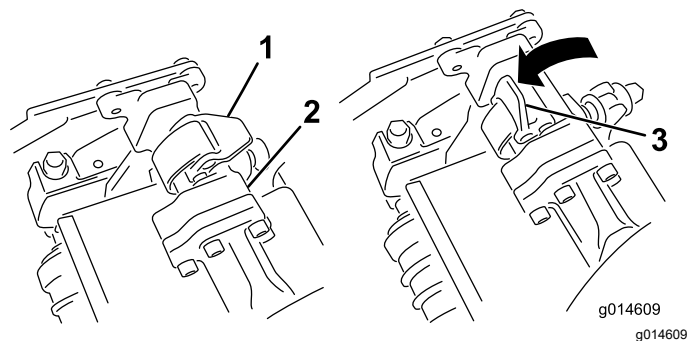
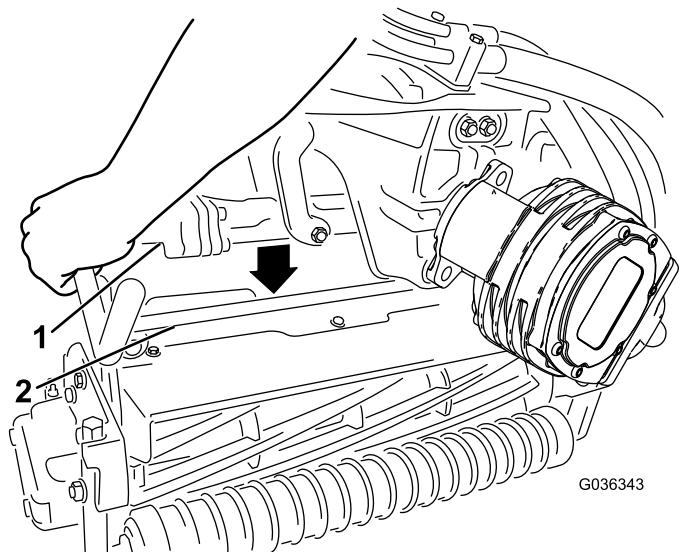

图 57
图 58
4. 当悬挂臂杆上的门锁指向上方即打开时图 57 向下压悬挂臂使悬挂臂杆与滚刀组上方的支架相契合图 58。
5. 向下并绕着滚刀组横杆关闭门锁将它们锁定到位图 57。
5. 打开您正在拆下的滚刀组悬挂臂上的门锁图 57。